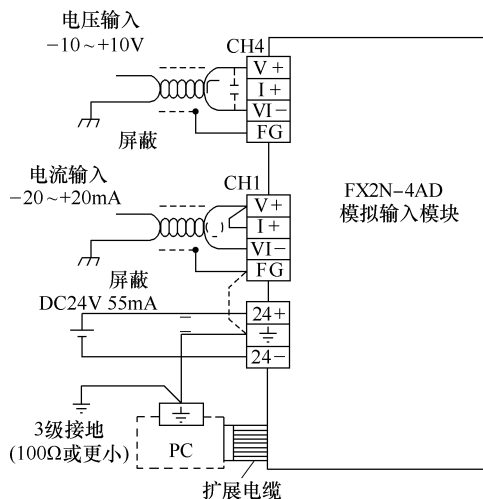

图 6-14 FX2N-4AD 的接线
1. FX2N-4AD 的接线 (见图 6-14)。
2) 当电压输入存在电压波动时, 连接一个 $0.1 \sim 0.47\mu\text{F}$ /DC25V 的电容器, 如图 6-14 所示。